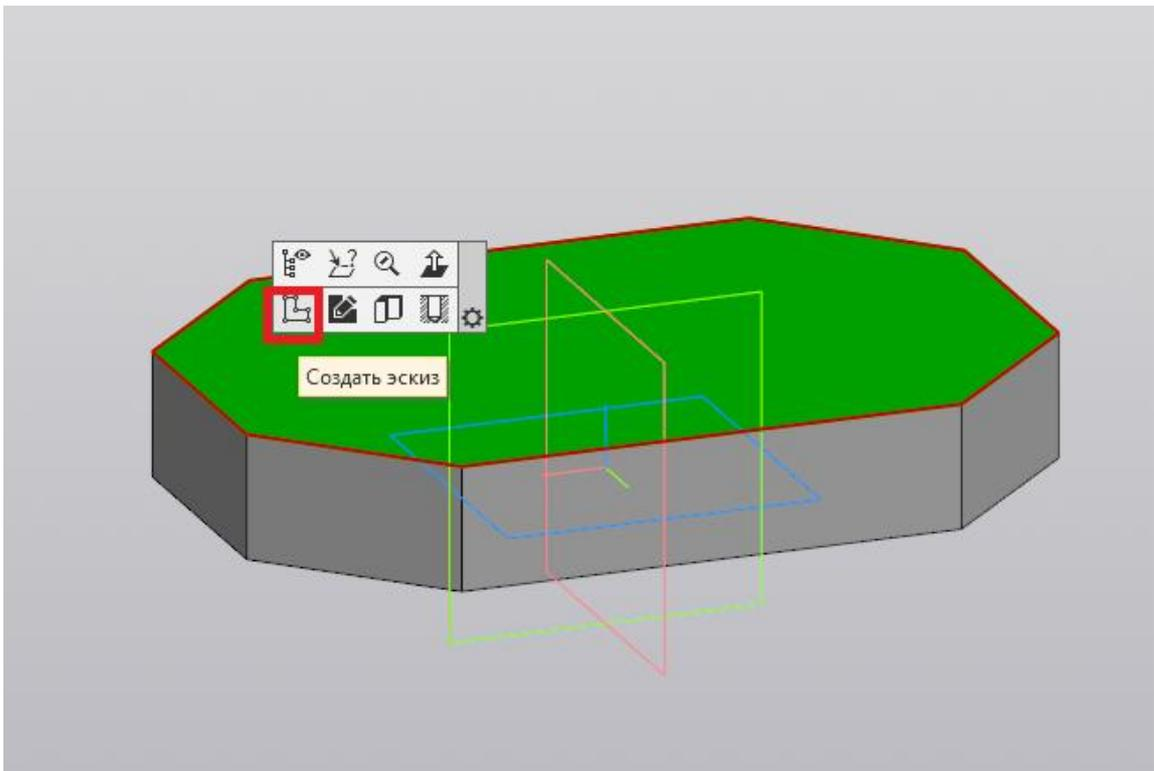

Рис. 79
7. На верхней плоскости основания создаём ещё один эскиз (рис. 79).